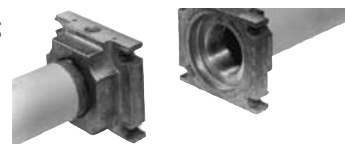

Fig. 11
1. Montati flansa pe conductele tubulare. Utilizati agent de etansare potrivit (vezi Fig.11) ;